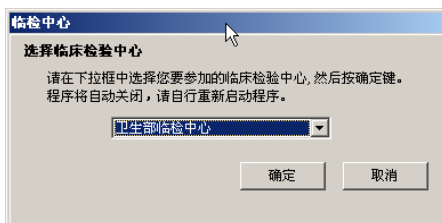

图 3-3-01 选择临床检验中心对话框
1. 选择临床检验中心：由于目前不同的临床检验中心在使用本系统开展室内质控实验室间比对活动，而不同的临床检验中心对应的数据库不同，所以要求用户选择自己参加的临检中心。在注册完成后系统会自动弹出选择临床检验中心对话框,见图 3-3-01，